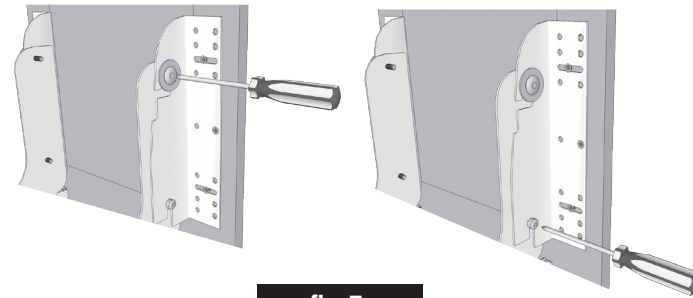

fig. 7
**Paso 9:** Monte la puerta con los soportes instalados en los tornillos de montaje en las placas del producto. Apriete bien los tornillos de la parte inferior. Apriete los tornillos superiores (con las arandelas) pero de modo que le permite realizar ajustes más adelante. **(Ver la ilustración 7)**
**Step 9.** Hang door with brackets attached on the mounting screws on the product member. Tighten bottom screws securely. Tighten top screws (with washer) snugly allowing for future adjustment. (See figure 7)